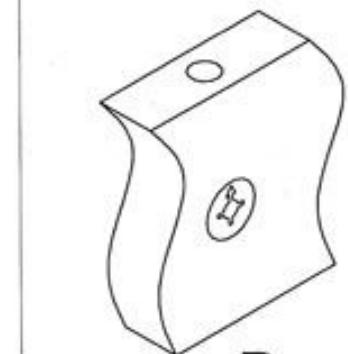
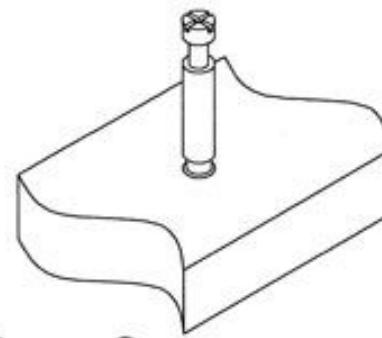

Рис. 1
Рис. 2
Забить шканты (1) в соответствующие торцевые отверстия деталей 5 и 6. Вставить стяжки-растекс (3) в детали 1,6,8. (см. рис. 1). Закрутить в муфты полки 5 дюбеля стяжек-растекс (4) (см. рис.2), и соединить полку 5 со стойкой 6..Фиксацию стяжек растекс (3) произвести путем поворота их по часовой стрелке. Соединить эти детали с боковиной 1 при помощи шкантов (1) и евровинтов (2). Прибить подпятники (17) к стойке 8. Соединить между собой детали 8 и 7 евровинтами 2. Присоединить к боковине 2 полку 7 при помощи евровинтов (2).
2. Закрутить дюбеля стяжек -растекс (4) в муфты столешницы 11 (см. рис. 2).и опоры 15 при помощи саморезов (20)
Взять стенку заднюю выдвижного ящика 14 и забить в соответствующие отверстия шканты (1). Соединить боковины ящика 12 и 13 с задней стенкой 14. Фиксацию производить при помощи евровинтов (6). Далее положить каркас ящика на заднюю стенку 14 и забить шканты (1) в соответствующие торцевые отверстия на боковинах ящика 12 и 13, и вставить стяжки растекс (19) (см.рис.1). После этого вставить дно ящика 27 в пазы на каркасе ящика, таким образом, чтобы дно ящика 27 вошло в паз на стенке задней ящика 14. Далее закрутить в переднюю панель ящика 15 в имеющиеся муфты дюбеля стяжек-растекс (4). Соединить переднюю панель ящика 15 с каркасом . Фиксацию произвести путем поворота стяжки (19) по часовой стрелки. После этого положить ящик дном вверх и прокрутить ответные планки направляющих (7) к боковинам ящика 12 и 13 при помощи саморезов (5). Далее к передней панели 15 прикрепить ручку (12) Аналогичным образом собрать остальные ящики.